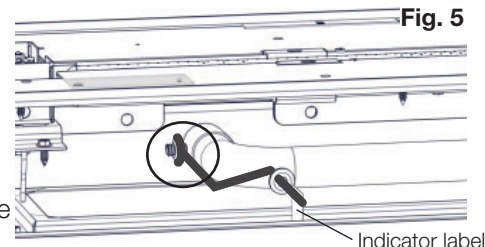

Fig. 5
- ☐ 11. Position the burner assembly in place inside the firebox but do not secure. Lift the burner assembly up then manually engage the larger end of the rod over the left side of the new air shutter. Ensure the rubber grommet is correctly positioned around the air shutter stud (Fig. 5). Once fully engaged, secure the burner assembly. **Ensure the orifice is engaged.**
- ☐ 15. Install indicator label (supplied) onto the end of air shutter adjustment rod (Fig. 5).
- ☐ 11. Positionnez l'assemblage du brûleur en place dedans le chambre de combustion. **Ne fixez pas.** En soulevant l'assemblage vers le haut, engagez la partie la plus grand de la tige de contrôle d'air manuellement sur la côté droite du volet d'air. Assurez-vous que le passe-câble en caoutchouc est correctement positionner autour d'étalon du volet d'air (**Fig. 5**). Lorsqu'elle est complètement engager, sécurisez l'assemblage du brûleur. Assurez-vous que l'injecteur est s'engagé.